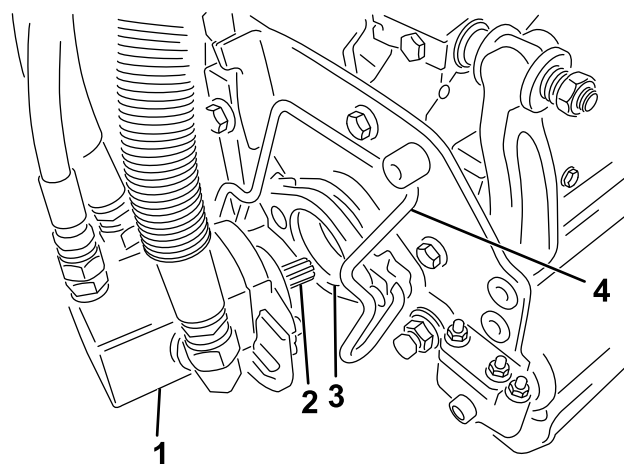

図 13
7. カッティングユニット用モータのスプライン・シャフトにきれいなグリスを塗りつける（図 13）。
左右から「カチッ」というロック音が聞こえるまで押し下げる（図 13）。